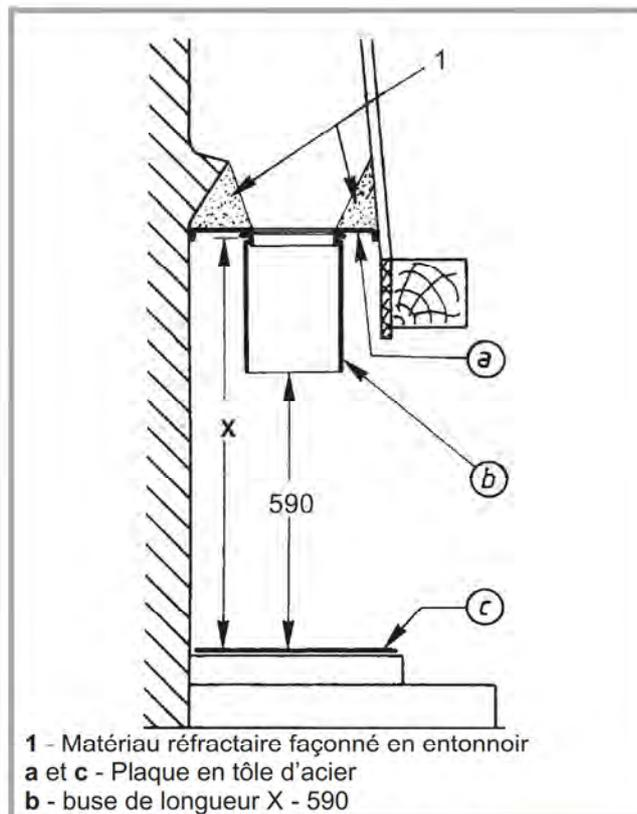

Figure 7 - Préparation du conduit de fumée
2.5.1. Préparation du raccordement au conduit de fumée (fig. 7)